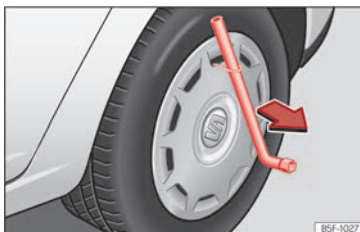

Abb. 259 Die Radvollblende vom Rad abnehmen.
• Radschlüssel durch den Drahtbügel schieben, am Reifen abstützen und Radvollblende abziehen >>> **(Abb. 259)**.